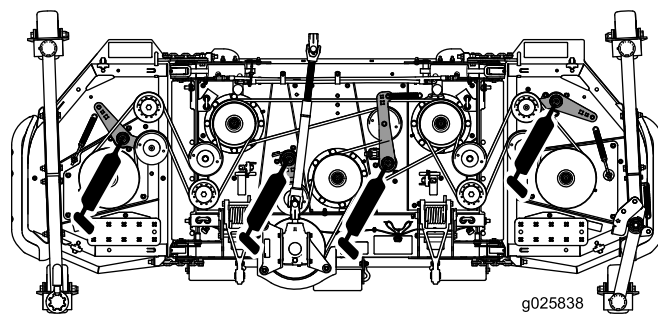

Figura 13
- Articulações do braço intermédio (4) (Figura 13)